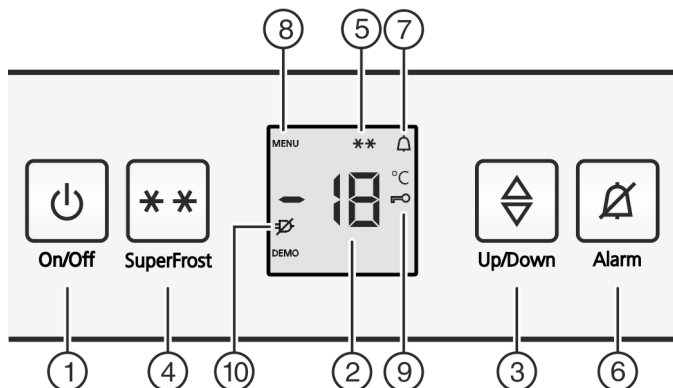

Fig. 2
- Het symbool SuperFrost Fig. 2 (5) knippert tegelijkertijd met de temperatuurdisplay.*
- Aan/uit-toets Fig. 2 (1) indrukken.
- Instelmodus activeren: Druk de toets SuperFrost Fig. 2 (4) gedurende ca. 5 seconden in.
- ▷ Op de display wordt het symbool Menu Fig. 2 (8) weergegeven.
- Met de toets SuperFrost Fig. 2 (4) kort bevestigen.
- ▷ Het symbool Kinderbeveiliging Fig. 2 (9) op de display gaat branden.
- Druk de toets On/Off Fig. 2 (1) kort in.
- ▷ Het symbool Kinderbeveiliging Fig. 2 (9) gaat uit.
- ▶ Toets Alarm Fig. 2 (6) indrukken.
Tegelijkertijd knipperen de temperatuurdisplay en het symbool Alarm Fig. 2 (7).
Het akoestisch alarm stopt automatisch, het symbool Alarm Fig. 2 (7) gaat uit en de temperatuurdisplay houdt op met knipperen, wanneer de temperatuur weer laag genoeg is.